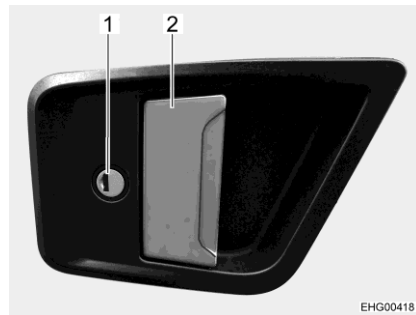
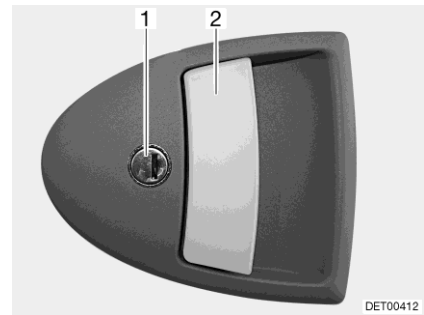

Fig. 51 Serrure de la porte (porte cellule à l'extérieur)
Fig. 52 Serrure de la porte, variante (porte cellule à l'extérieur)
- Insérer la clé dans le barillet (Fig. 51,1 ou Fig. 52,1) et la tourner jusqu'à ce que la serrure de la porte soit déverrouillée.
- Tirer sur la poignée de la porte (Fig. 51,2 ou Fig. 52,2). La porte est ouverte.
- Insérer la clé dans le barillet (Fig. 51,1 ou Fig. 52,1) et la tourner jusqu'à ce que la serrure de la porte soit verrouillée.